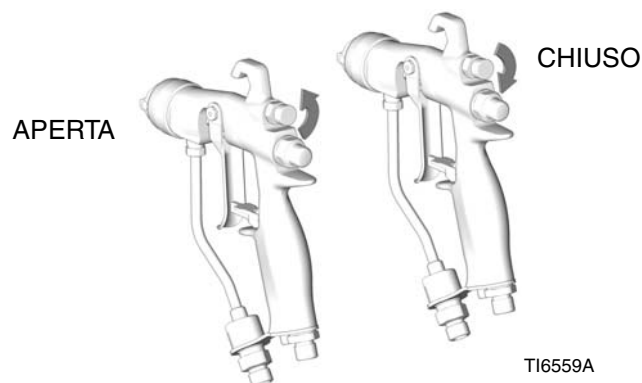

FIGURA 13
4. Chiudere fuori l'aria di regolazione del getto girando la manopola in senso orario (dentro) del tutto. Vedere la FIGURA 13. In questo modo la pistola viene impostata sul getto più largo.
Per un ventaglio più stretto, ruotare la manopola della valvola di regolazione del ventaglio in senso antiorario (fuori). Vedere la FIGURA 13. Se il ventaglio non è abbastanza ristretto, aumentare di poco la pressione dell'aria alla pistola o utilizzare un ugello di dimensioni diverse. (Non disponibile per pistole con ugello RAC).